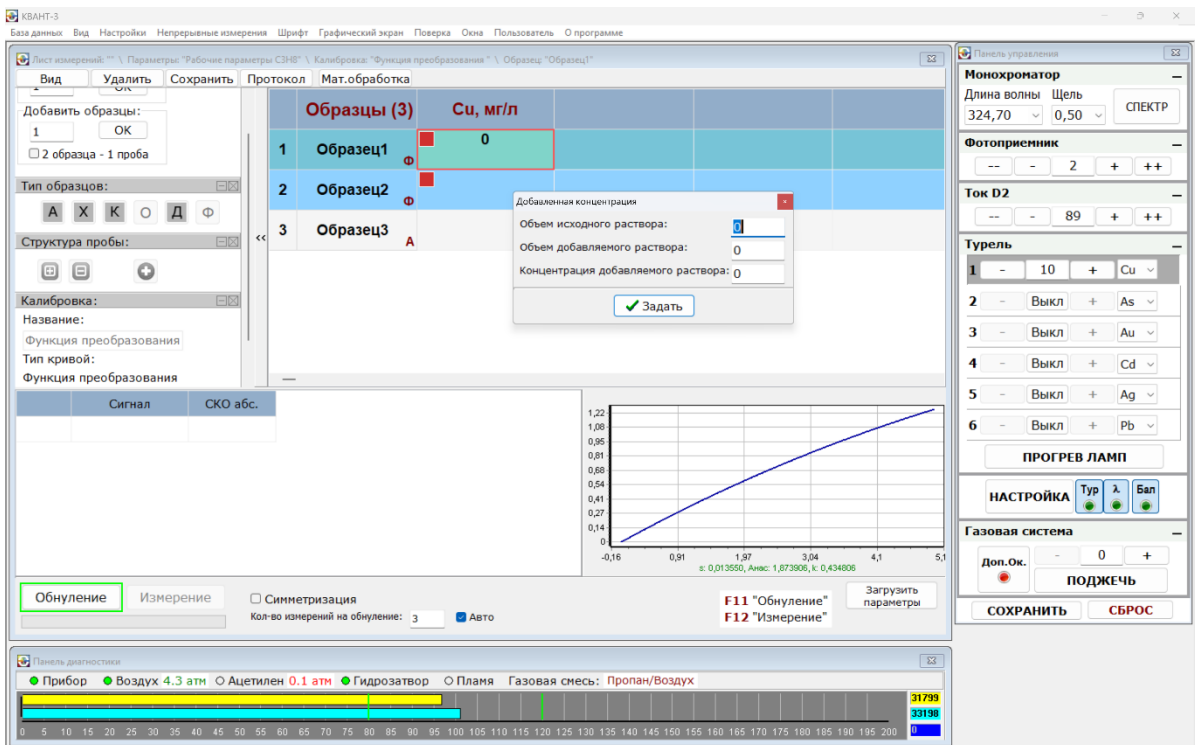

Рис. 34 Указание образца без добавки
5. В ячейку для измерений **Образца 1** ввести значения добавки, подвести курсор к ячейке, нажать два раза левую кнопку мыши, в появившемся окне для первого образца ввести значения **0** рис.34.